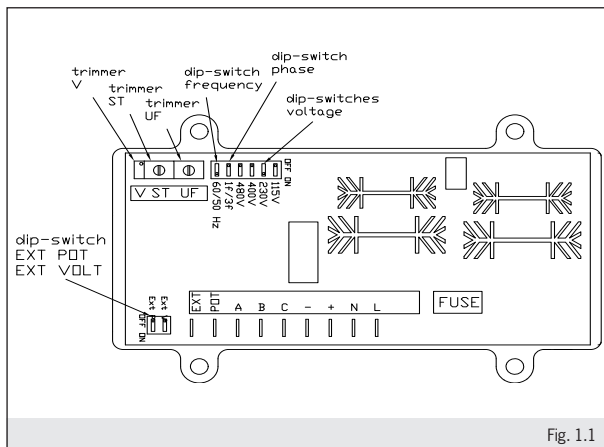
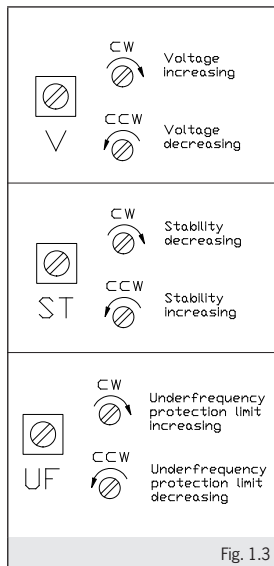
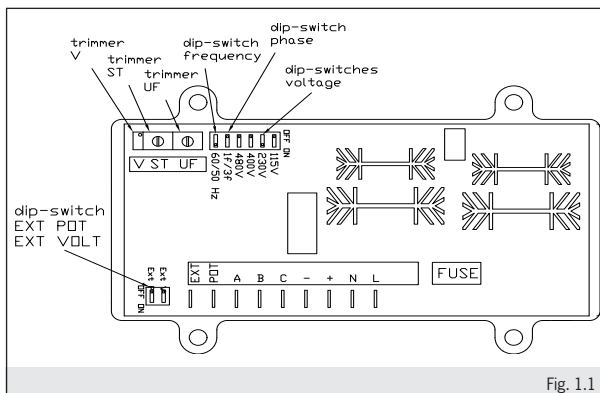

Fig. 1.1
Fig. 1.3
Fig. 1.1
The output voltage can be changed by adjusting potentiometer "V" (see fig.1.1, fig. 1.3) . Run the generating set to its nominal speed and turn until the required voltage is obtained. If a small variation in speed causes a change in voltage, then the under speed protection should first be calibrated.
Il est possible de modifier la tension de sortie en agissant sur le potentiomètre « V » (voir fig.1.1, fig. 1.3). Avec le groupe en marche à la vitesse nominale, régler jusqu'à l'obtention de la valeur désirée. Si à une petite variation de vitesse la tension varie, il faut régler d'abord la protection de sous-vitesse.
Les interrupteurs de tension de détection («dip-switches voltage» sur la fig.1.1) doivent être réglés comme suit:
Regolazione della stabilità (vedi fig.1.1, fig. 1.3): qualora si dovesse verificare delle fluttuazioni di tensione a carico, è possibile agire sul potenziometro "ST" che modula la prontezza di risposta del regolatore agli stimoli esterni, permettendo di eliminare eventuali instabilità del sistema alternatore - carico.
Regolazione della protezione della sottovelocità a 50 (60)Hz (vedi fig.1.1, fig. 1.3): portare il gruppo in rotazione regolandolo in modo da ottenere una frequenza di 46 (56) Hz. Ruotare il trimmer "UF" fino al punto in cui la tensione inizia a calare. Riportare il gruppo alla velocità nominale.
Regolazione tensione a distanza: collegare ai capi liberi "EXT POT" il potenziometro (5kOhm, 1/2 W). Impostare il "dip-switch Ext P" in posizione "ON" e "Ext V" in posizione "OFF" (vedi figura 1.1). Portare il gruppo alla velocità nominale e agire sul potenziometro esterno ed eventualmente anche sul trimmer "V" per ottenere la tensione voluta (fig. 1.1, fig. 1.3).
Stability adjustment (see fig. 1.1, fig. 1.3): if on load voltage fluctuations are experienced adjust potentiometer "ST", which modulates the reaction time of the regulator to external inputs, thereby eliminating any instability in the alternator-load system.
Setting of the under speed protection at 50 (60)Hz (see fig.1.1, fig. 1.3): start up rotation of the generating set adjusting it to obtain a frequency of 46 (56)Hz. Turn trimmer "UF" until the voltage begins to drop. Restore nominal speed.
Remote voltages adjustment: wire the potentiometer (5kOhm, 1/2W) to the free terminals "EXT POT". Set the "dip-switch Ext P" to the "ON" position and "Ext V" to the "OFF" position (see fig. 1.1). Run the generating set to its nominal speed and adjust the external potentiometer and eventually also the trimmer "V" to obtain the required voltage (fig. 1.1, fig. 1.3).
Contrôle de la stabilité (voir fig. 1.1, fig. 1.3): si des fluctuations de tension sous charge devaient se vérifier, il est possible d'agir sur le potentiomètre "ST" qui module la rapidité de réponse du régulateur aux stimulations extérieures, en permettant d'éliminer les éventuelles instabilités du système alternateur - charge.
Réglage de la protection de la sous-vitesse à 50 (60) Hz (voir fig. 1.1, fig. 1.3): porter le groupe en rotation en le réglant de manière à obtenir une fréquence de 46 (56) Hz. Tourner le trimmer « UF » jusqu'au point où la tension commence à baisser. Reporter le groupe à la vitesse nominale.
Raccordement d'un potentiomètre extérieur: enlever le cavalier des bornes et connecter le potentiomètre (5 kΩ, 0,5 W) aux extrémités libres "EXT POT". Placez le commutateur «dip-switch Ext P» sur la position «ON» et «Ext V» sur «OFF» (voir fig. 1.1). Porter le groupe à la vitesse nominale et agir sur le potentiomètre externe et éventuellement sur le trimmer «V» afin d'obtenir la tension désirée (voir fig. 1.1, fig. 1.3).
Die Ausgangsspannung kann am Potentiometer "V" verändert werden (Siehe Abb. 1.1, Abb. 1.3). Bei mit Nenndrehzahl laufendem Aggregat auf den gewünschten Wert regulieren. Wenn bei geringfügiger Veränderung der Drehzahl auch die Spannung variiert, muss zunächst der Unterdrehzahlschutz reguliert werden. Die Schaltspannungsschalter („dip-switches voltage“ in Abb.1.1) müssen wie folgt eingestellt werden:
Es posible modificar la tensión de salida actuando en el potenciómetro "V" (fig. 1.1, fig. 1.3). Con el grupo en movimiento a velocidad nominal, regular hasta obtener el valor deseado. Si con una pequeña variación de velocidad la tensión cambia, es necesario en este caso regular en primer lugar la protección de subvelocidad. Los dip-switches de la tensión de detección ("dip-switches voltage" en la figura 1.1) se deben configurar de la siguiente manera.
Stabilitäts Control (Siehe Abb. 1.1, Abb. 1.3): sollten Spannungsschwankungen unter Last auftreten, kann auf den Potentiometer “ST” eingewirkt werden, welcher die Reaktion des Reglers auf externe Reize moduliert, so dass eventuelle Instabilitäten des Systems Drehstromgenerator – Last beseitigt werden.
Regelung der Unterdrehzahl auf 50 (60)Hz (Siehe Abb. 1.1, Abb. 1.3): das Aggregat drehen lassen und so einstellen, dass eine Frequenz von 46 (56)Hz erreicht wird. Den Trimmer “UF” auf den Punkt verstellen, an dem die Spannung beginnt abzufallen. Das Aggregat auf Nenndrehzahl bringen.
Remote Spannungsanpassung: anschließen die Potentiometer (5kOhm, ½ W) an den Klemmen “EXT POT”. Stellen Sie den entsprechenden DIP-Schalter auf „ON” (siehe Abb. 1.1). Den Trimmer “V” bis zum Anschlag im Gegenuhrzeigersinn drehen. Das Aggregat auf Nenndrehzahl bringen und auf das externe Potentiometer und möglicherweise auch auf dem Trimmer „V” einwirken, bis die gewünschte Spannung erreicht ist (Abb. 1.1, Abb. 1.3).
Control de Estabilidad (fig. 1.1, fig. 1.3): si se produjeran fluctuaciones de tensión bajo carga, se puede actuar en el potenciómetro “ST” que modula la inmediatez de respuesta del regulador a los estímulos externos, eliminando eventuales inestabilidades del sistema alternador - carga.
Regulación de la subvelocidad a 50 (60) Hz (fig. 1.1, fig. 1.3): hacer girar el grupo regulándolo de manera que la frecuencia obtenida sea de 46 (56) Hz. Girar el trimmer “UF” hasta el punto en que la tensión empiece a disminuir. Poner de nuevo el grupo a la velocidad nominal.
Conexión de un potenciómetro externo (5kOhm, 0,5 W): conectar los cables libres “EXT POT” del potenciómetro. Coloque el interruptor dip-switch correspondiente en la posición “ON” (vea la figura 1.1). Llevar el grupo a la velocidad nominal y actuar en el potenciómetro externo y posiblemente también en el potenciómetro “V” hasta la tensión deseada (fig. 1.1, fig. 1.3).